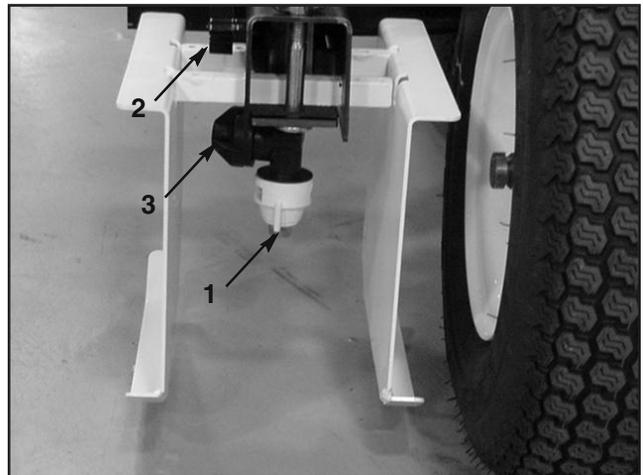

図22
4. ペイント・ノズルのチューブをブームのアームに固定しているネジをゆるめる(図22)。